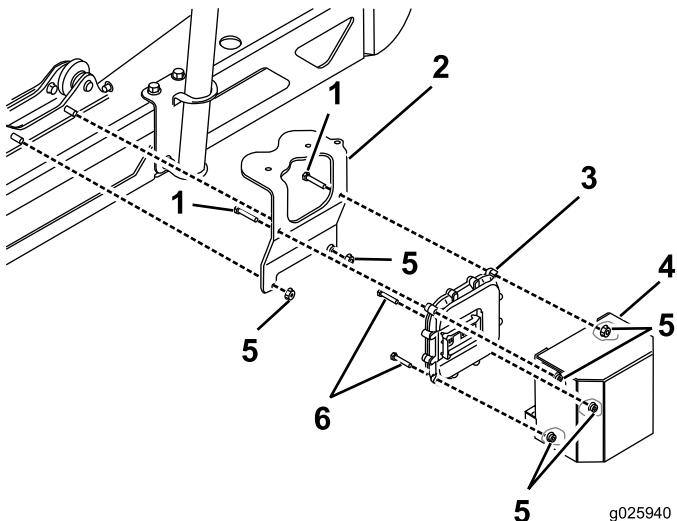

Figura 16
2. Per il modello 1750, installate il controller elettronico, la staffa e la protezione sulla macchina (Figura 16).